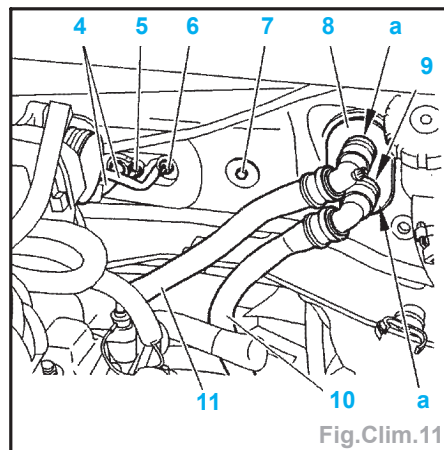

Fig.Clim.11
- Déconnecter le connecteur (3).
- Déposer l'écrou (5) (à l'aide d'une douille TORX 4 et d'une contre clé) (Fig.Clim.11).
- Déposer l'écrou (6) (à l'aide d'une douille TORX 4 et d'une contre clé).
- Désaccoupler les tuyaux (4).
- Obtenir les tuyaux (4) (obturateurs réf. 1701 H).